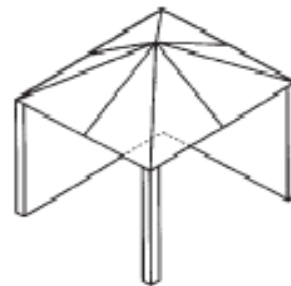

Figure 2 - Enceinte partielle avec une couverture supérieure et au maximum deux parois.
- À l'intérieur d'une enceinte partielle comprenant une couverture supérieure et au maximum deux parois. Voir les figures 2 et 3.